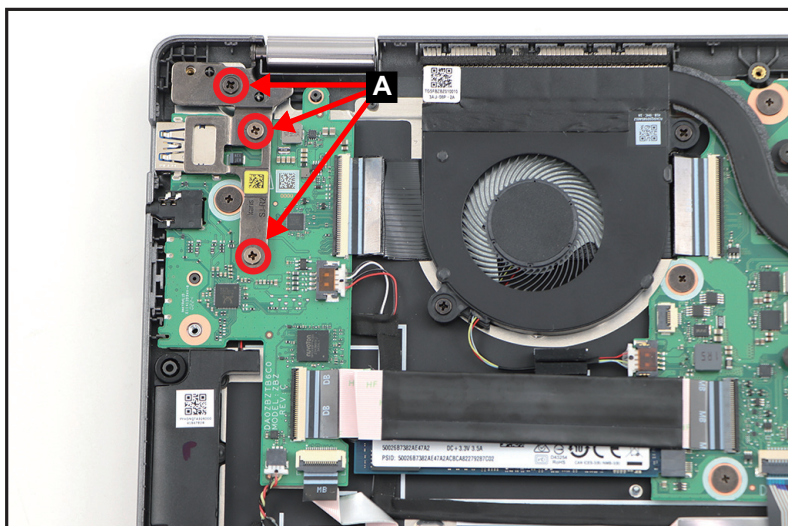

Figure 1-16. Retrait de la carte USB
1. Retirez les trois (3) vis (A) qui fixent la charnière LCD (Figure 1-16).